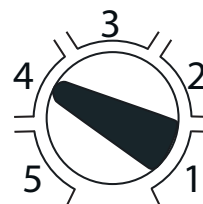

Bild 3. Funktionsväljare med 5 möjliga positioner.
- Ställdonet är försett med en funktionsväljare med fem möjliga inställningar, bild 3 samt tabell **TAB-6**.